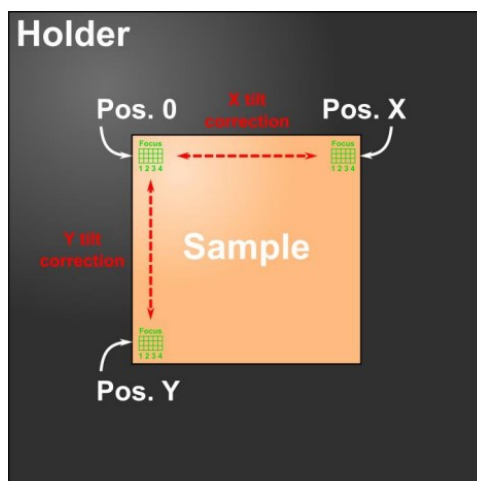

图 33 -倾斜校正原理
2. 使用 XY 运动区域控制 XY stage control interface 界面(4.1.1 节)将样品左上角置于投射的琥珀色灯光下。这个位置对应于倾斜平台的支点(图 33)。
5. 沿 Y 轴移动，将投影图像定位在样本的左下角(图 33)。保存位置，重命名为 Pos. Y。
9. 从 Pos. 0 位置沿 X 轴移动, 将投影图像定位到样本的右上角(图 33)。将位置保存为 Pos. X。